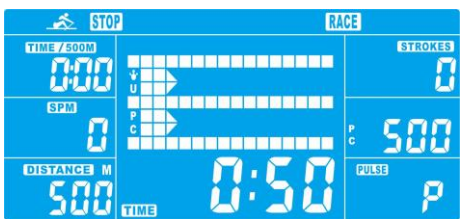

Abbildung 14
7.4 Wenn eine Funktion den Zielwert erreicht, stoppt das System. PC oder USER (BENUTZER) zeigt die abgeschlossenen Daten an (Abbildung 14). Das System alarmiert mit Pieptönen. Beliebige Taste drücken, um den Alarm zu stoppen.